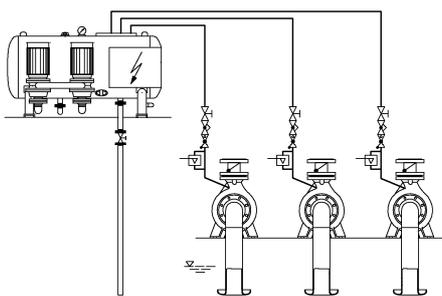
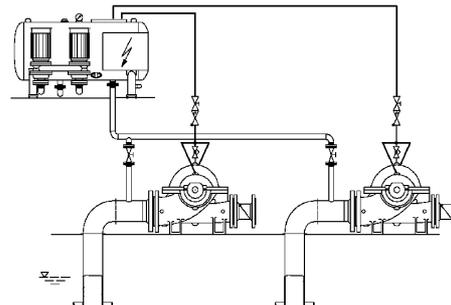
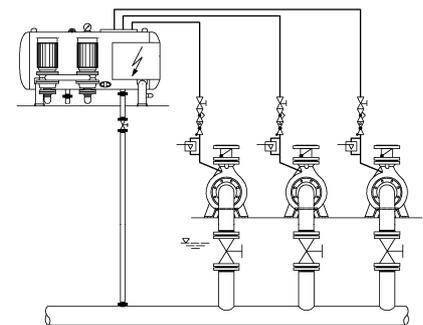

Fig. 2a
Fig. 2b
Fig. 2c
Bei Pumpenanlagen mit getrennten Saugleitungen ist die Ausgleichsleitung (K) entweder in das saugseitige Flüssigkeitsniveau (Fig.2a) oder auf die Saugleitungen der Kreiselpumpen (Fig.2b) zu führen (bei längeren Saugleitungen). Bei Anlagen mit einer Sammelsaugleitung erfolgt der Anschluß auf dem Hochpunkt dieser Leitung (Fig.2c). Die einzeln zu verlegenden Gehäuse-Entlüftungsleitungen (S), sowie die Ausgleichsleitung (K) sind zur Vakuumpumpe hin steigend zu verlegen. Die Gehäuse-Entlüftungsleitungen sollten drosselbar sein.
Where pumping units have separate suction pipes, the balancing pipe (K) is to be carried either to the suction side liquid level (Fig.2a) or, in case of longer suction pipes, to the suction pipes of the centrifugal pumps (Fig.2b). Where pumping units have a common suction pipe, the connection is made at the highest point of this pipe (Fig.2c). The casing vent pipes (S) which are to be laid separately, as well as the balancing pipe (K) are to be installed, ascending to the central vacuum unit. The casing vent pipes are to be throttled.